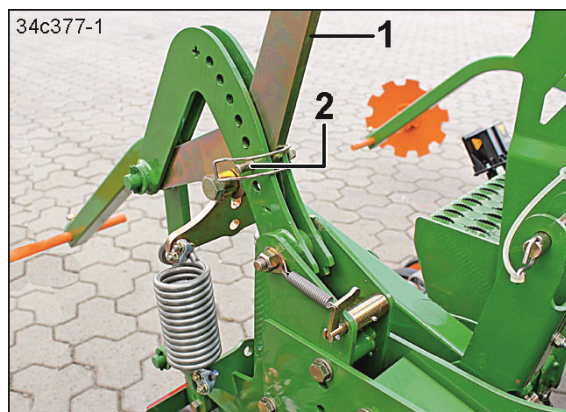

Рис. 193
2. Потяните за рычаг (Рис. 193/1) и извлеките шплинт с круглой пружинной защелкой (Рис. 193/2).